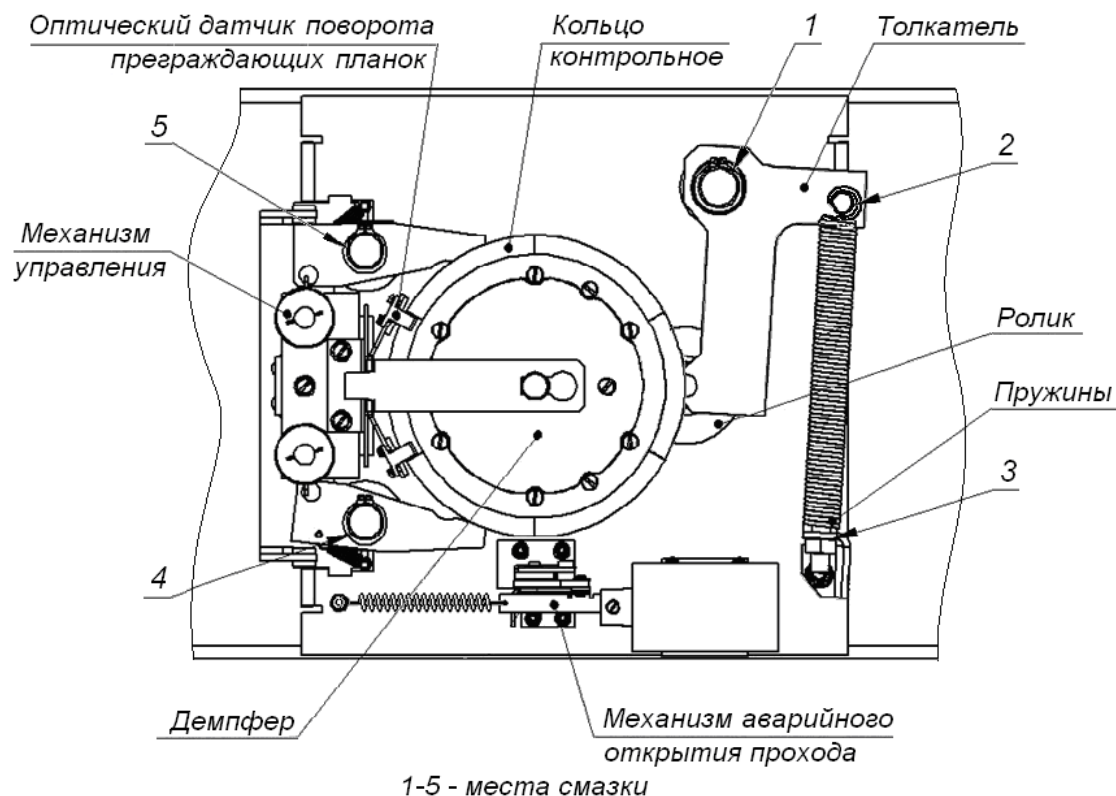

Рисунок 15. Расположение внутренних деталей и узлов стойки ЭП
2. Снимите крышку (3) в порядке, указанном в разд. 6. и положите ее на ровную устойчивую поверхность.
3. Осмотрите устройство доворота (толкатель, пружины и ролик), оптические датчики поворота преграждающих планок и демпфирующее устройство (см. рис. 15).
5. Выполните смазку узлов трения механизма ЭП смазкой ШРУС-4. Смазку производите в следующих точках (места смазки указаны на рис. 15):